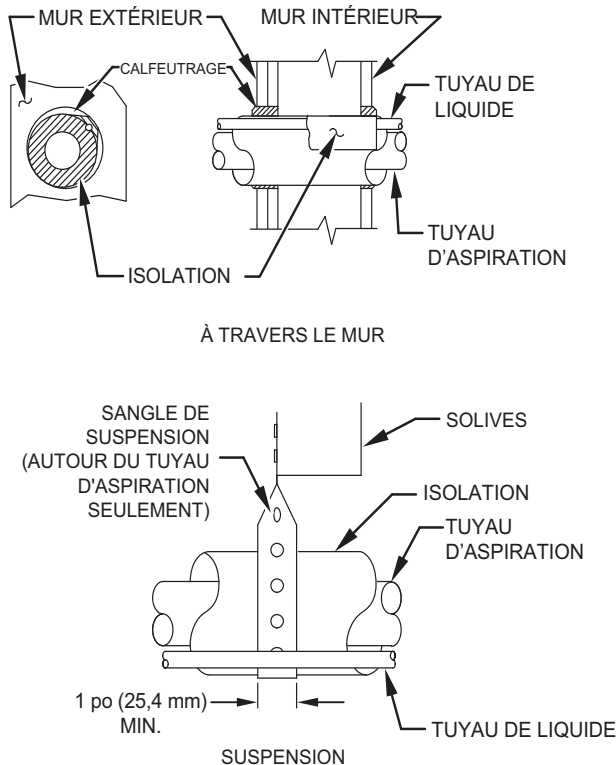

Fig. 1 – Installation des conduites
6. Lorsque vous acheminez les conduites de frigorigène à travers le mur, scellez l'ouverture au moyen d'un composé à base de silicone résistant aux variations de température ou de tout composé de calfeutrage souple à base de silicone (consultez la Fig. 1).
8. Ne suspendez pas les conduites de frigorigène aux solives aux poutres au moyen de fils rigides ou de sangles en contact direct avec les conduites (consultez la Fig. 1).
10. Au besoin, utilisez les sangles de suspension de 1 po (25,4 mm) de largeur qui correspondent à la forme de l'isolation des conduites. (consultez Fig. 1.)